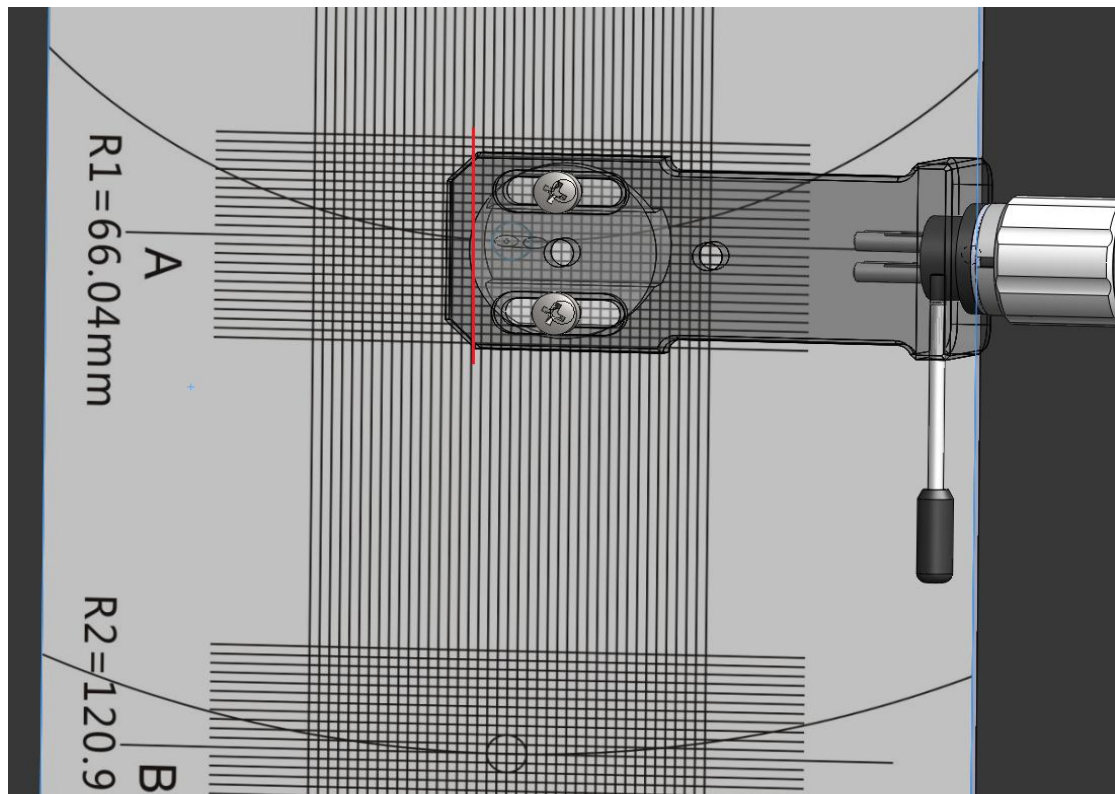

图 3-3
5. 把唱头调整规尺防止在转盘上，将唱头放置到 A 点，微调唱头和唱臂的位置，使的唱头顶部和和归尺平行，如果图 3-3 所示。